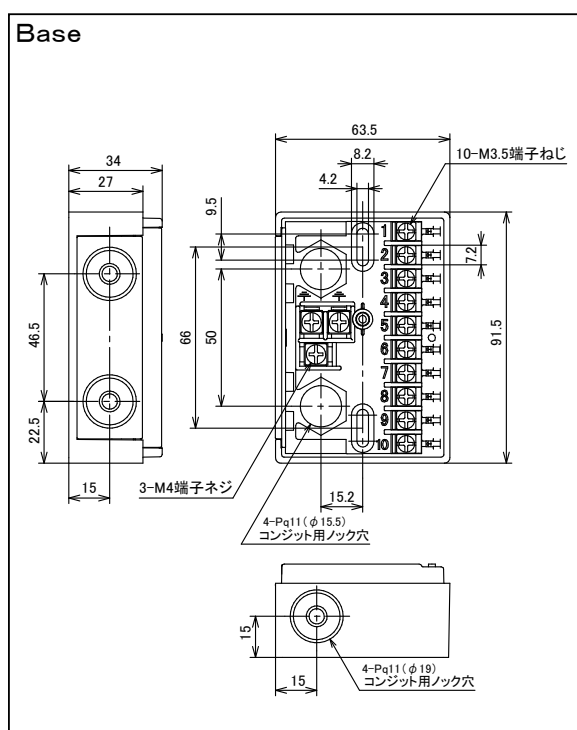

図 2
3. サブベース取付け方法(図 2参照)
- (1) 配線の線出しは必要に応じて、サブベースのコンジット用ノックアウト穴をあけてください。
4. サブベースの結線方法（図 2、図 3、図 4 参照）